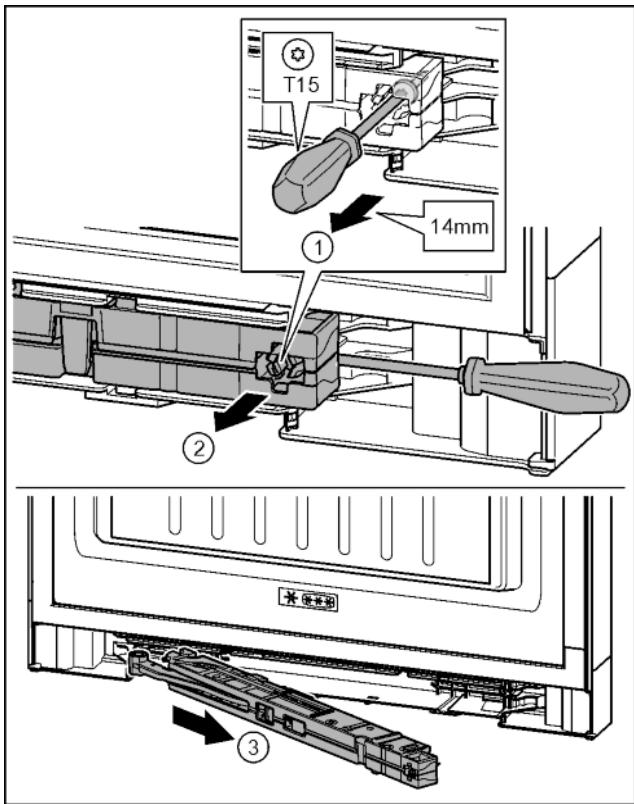

Fig. 20
- Ослабить винт на узле амортизатора с помощью отвертки T15 примерно на 14 мм. Fig. 20 (1)
- Переместить отвертку со стороны ручки за узел амортизатора. Повернуть узел вперед. Fig. 20 (2)
- Вытащить узел амортизатора. Fig. 20 (3)